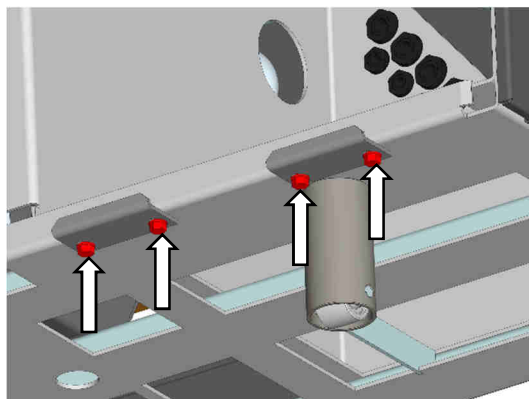

Fig. 25 : desserrer les vis de support
1. Desserrer les quatre vis des deux fixations du bas (Fig. 25).